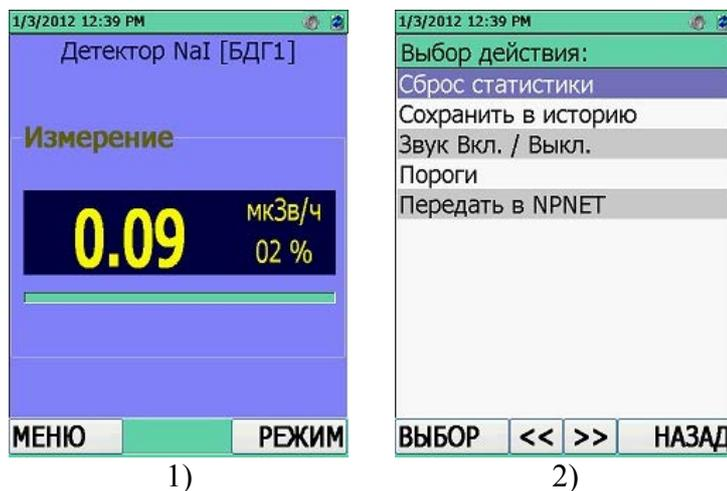

Рисунок 6.5
В режиме измерения МЭД на ЖКИ БДОИ индицируются непрерывно измеряемые значения МЭД фотонного излучения в мкЗв/ч, мЗв/ч, Зв/ч или мкР/ч, мР/ч, Р/ч, рисунок 6.5 (1).
Параллельно с цифровой индикацией предусмотрено графическое отображение уровня измеренной МЭД на аналоговой шкале. Количество высвечивающихся сегментов аналоговой шкалы соответствует измеренному значению МЭД относительно установленного порогового уровня по МЭД, рисунок 6.5 (1).
В режиме измерения МЭД можно осуществить, рисунок 6.5(2):